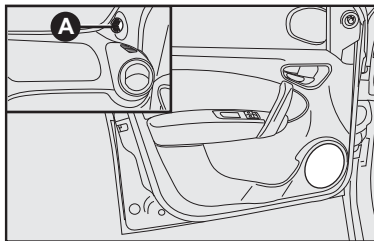
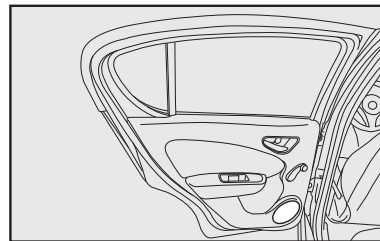

fig. 104
fig. 105
- alto-falantes na porta dianteira e traseira **fig. 104** e **fig. 105**.
- Tweeters (15W) nas colunas das portas dianteiras, detalhe **A-fig. 104**.